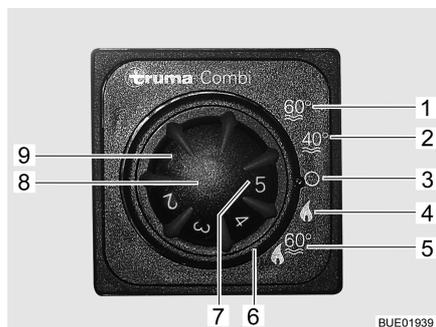

Fig. 58 Centralina di controllo per riscaldamento/boiler
- Impostare la modalità di funzionamento tramite l'interruttore girevole (Fig. 58,6).
A seconda della temperatura ambiente desiderata, il riscaldamento seleziona automaticamente il livello del bruciatore necessario. Al raggiungimento della temperatura ambiente desiderata, il bruciatore si spegne. Durante la modalità di funzionamento "Riscaldamento e preparazione acqua calda" (Fig. 58,5) viene riscaldata anche l'acqua nel boiler. Nella modalità di funzionamento "Solo riscaldamento" (Fig. 58,4) è possibile far funzionare il riscaldamento con il boiler vuoto.
- Impostare la manopola della temperatura (Fig. 58,8) sulla centralina di controllo scegliendo il livello di potenza desiderato.
- Posizionare l'interruttore girevole (Fig. 58,6) su funzionamento invernale "Solo riscaldamento" (Fig. 58,4) o su funzionamento invernale "Riscaldamento e preparazione acqua calda" (Fig. 58,5).
Si accende la spia di controllo verde (Fig. 58,7).
- Posizionare l'interruttore girevole (Fig. 58,6) su "O" (Fig. 58,3).